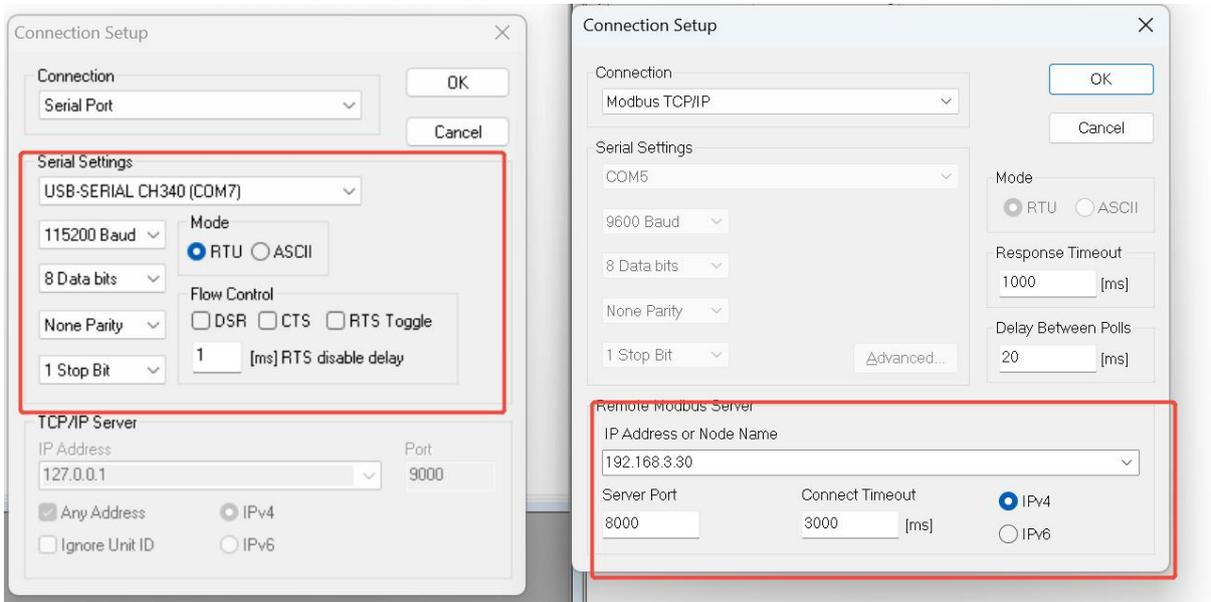

图 18 Modbus Slave（左侧）与Modbus Poll（右侧）设置
(3) 操作过程:
①打开Modbus Poll与Modbus Slave，分别点击它们的Connection，配置如图18所示：（左侧为Modbus Slave配置，右侧为Modbus Poll配置，串口号取决于电脑与仪表链接的串口号），配置完后点击OK进行连接。